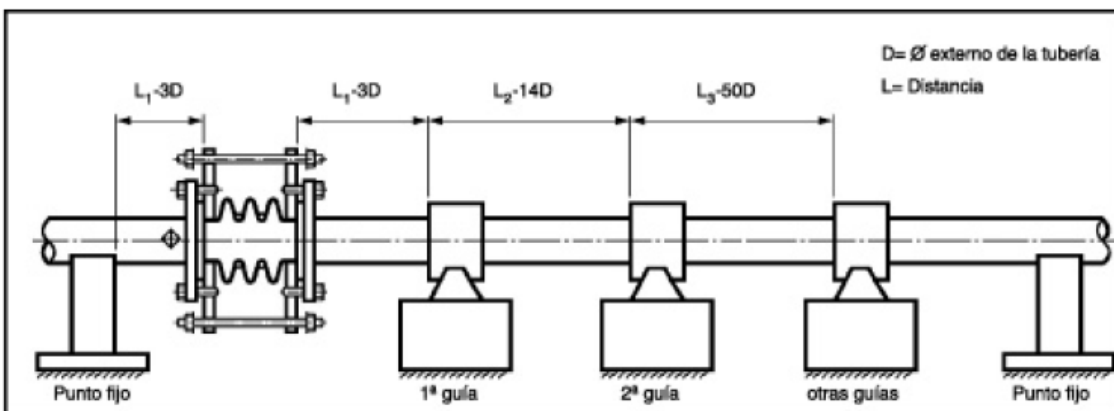

Figura 1
- La junta de expansión debe ser siempre instalada entre puntos fijos (PF), y el tramo convenientemente guiado mediante el uso de guías unidireccionales, para evitar su pandeo.
- Deben ser respetadas las distancias máximas entre guías conforme a lo indicado en la *figura 1*.